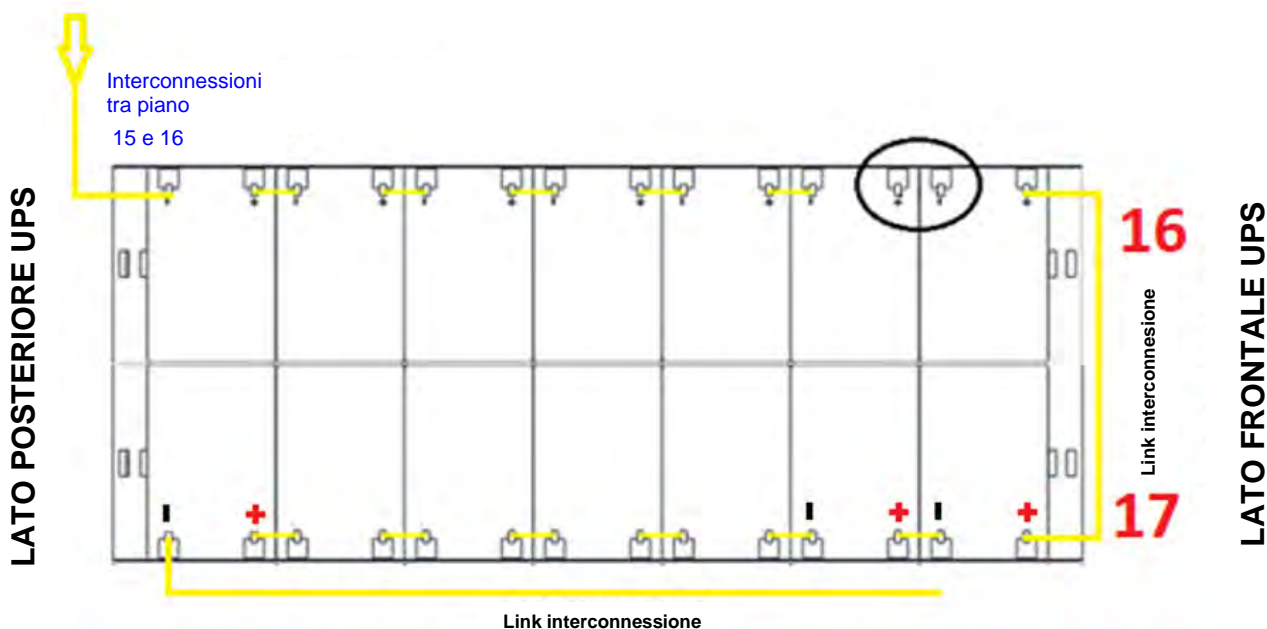

Figura 42 - Vista dall'alto piano N°6 cassette 16-17
- 16) Inserire il cassetto n°16 rimuovendo il ponticello cerchiato e inserendo i ponticelli come mostrato nella figura 42.